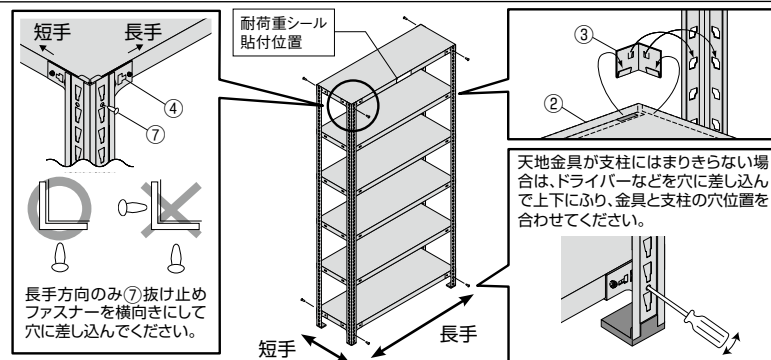

図3
ラックを立てて⑦抜け止めファスナー(8箇所)を入れます。中間棚を取り付けるために、③中段受け金具をご使用になりたい間隔に各段4個取り付け、棚板を③中段受け金具のツメに差し込みます。⑧耐荷重シールを図3に示す位置に貼付けます。